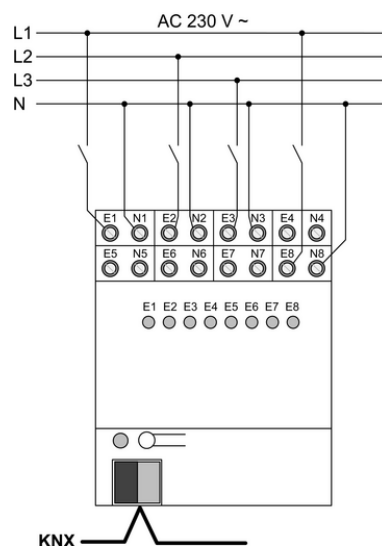

Bild 3: Anschlussbeispiel Binäreingänge 230 V
- Gerät gemäß Anschlussbeispiel anschließen (Bild 3). Bezugspotential **N** für jeden Eingang separat anschließen.